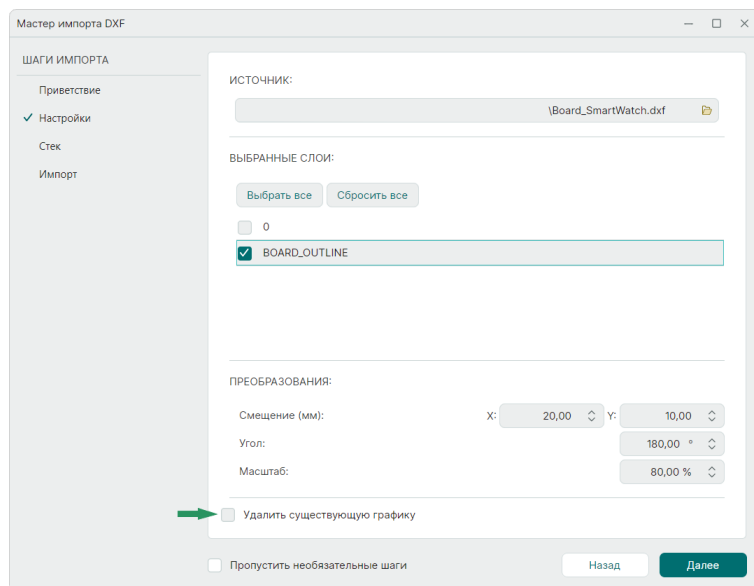

Рис. 86 Выбор слоев для импорта
6. При необходимости внесения изменений в импортируемые объекты установите соответствующие параметры в разделе «Преобразования» и нажмите «Далее», см. Рис. 86.